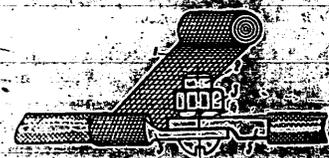

Рис. 21. Места соединения проводов: 1 — изоляционная лента; 2 — винт М4x10; 3 — гайка М4; 4 — пружинная шайба; 5 — втулочка ст. л.
соединять между собой при помощи винтов 2 (рис. 21), гайк 3, применяя пружинные шайбы и изолируя места соединения;
- Дополнительные провода соединяются с основными при помощи винтов М4Х10, гаек М4 и пружинных шайб. Места соединения изолируются (см. рис. 21).